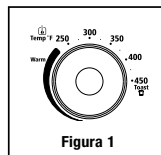

Figura 1
- 2. Perilla selectora de función** – Seleccione la función de cocción girando la perilla a la graduación deseada. (Ver la Figura 1)